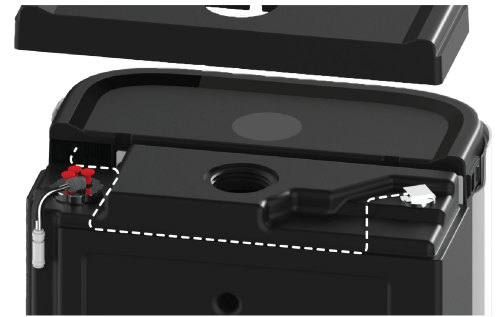

Fig. 1
1. Para el control de nivel del depósito (puerto 12; véase la página 10), asegúrese de que el sensor de nivel esté atornillado a mano en el puerto superior izquierdo. Pase el cable por la ranura, por debajo de la tapa del depósito, alrededor de la tubería y hacia la parte trasera del depósito, de modo que el embellecedor quede al ras; consulte la Fig. 1 para ver el recorrido. Conecte el cable al puerto del sensor de nivel (puerto 12; véase la página 10).